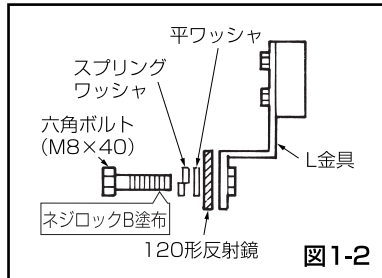

図1-2
- ① 120形反射鏡と、120形固定マウントの上下に注意し、反射鏡とマウントの取付穴が合うようにして取り付けてください。
- ② 反射鏡の上下は、表面の意匠で確認してください。
- ③ 120形固定マウントに付属の2本の六角ボルト (M8×40) とスプリングワッシャ (8mm)、平ワッシャ (8mm) を反射鏡の中心部分のリブ穴と120形固定マウント中心部の反射鏡取付金具のL金具のネジ穴に通して、仮止めしてください。(図1-2)